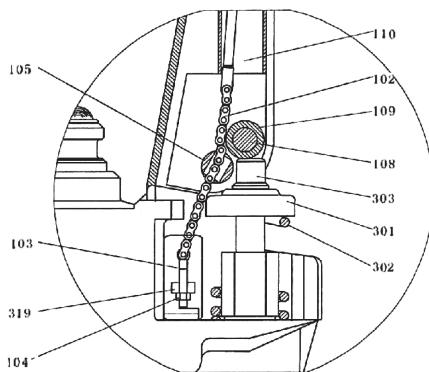

Fig. 3
- Sätt manövreringshandtaget (117) i "LOWER" läge, och trå därefter i justeringsmuttern (104), justeringsbulten (103) och kedjan (102) genom hålet i sprinten (105). Se fig. 3.